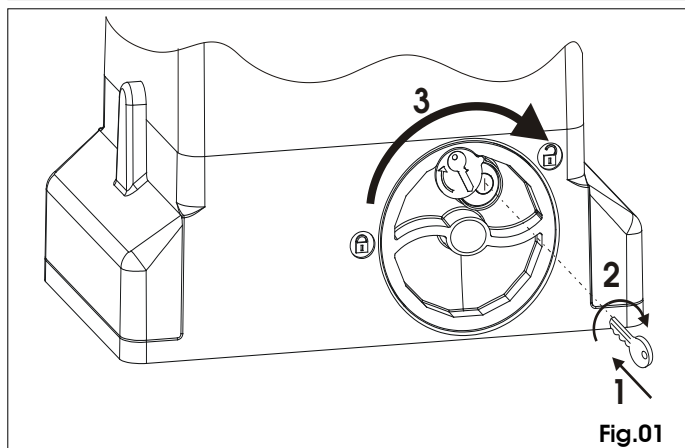

Fig.01
- 1) Steek de bijgeleverde sleutel erin en draai hem met de klok mee zoals aangegeven op Fig.01 ref.1 en 2.
Fig.01 ref.3.